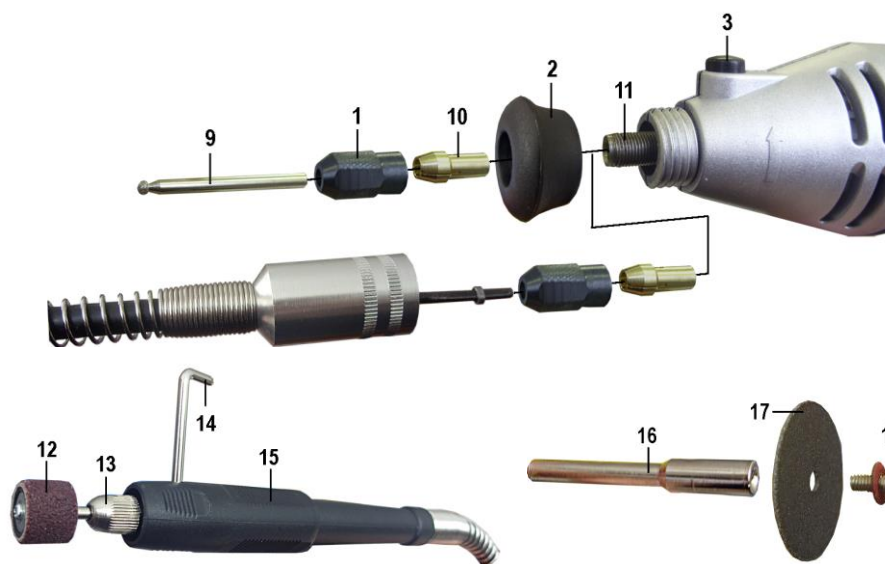

Рис. 2 Установка рабочего инструмента и гибкого вала
- установить в шпиндель поз. 11 (рис. 2) цангу поз. 10, размер которой соответствует устанавливаемому рабочему инструменту;
4.5. Для использования при работе гибкого вала, входящего в комплект поставки, необходимо открутить втулку пылезащитную поз. 2 и установить на дрель гибкий вал согласно рис. 2.